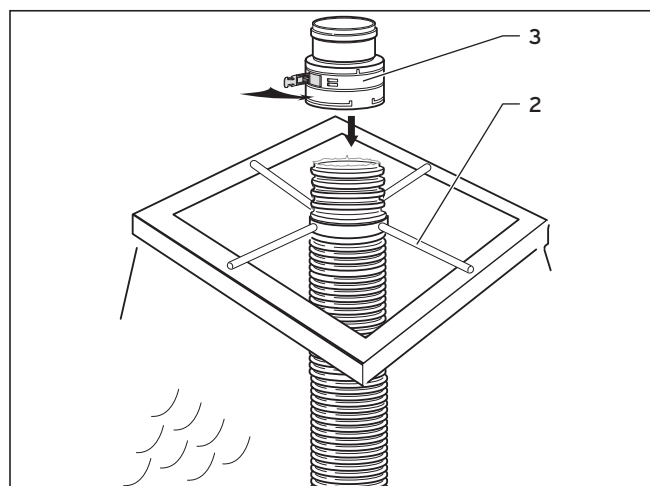

Fig. 4.60 Élément de raccordement avec conduit des fumées flexible
- Montez le joint dans la rainure du conduit des fumées non endommagée située le plus en haut (→ Fig. 4.60).
- Faites glisser l'élément de raccordement avec manchon (3) à fond sur le conduit des fumées et fixez-le avec les fermetures à clics (→ Fig. 4.60 et 4.61). Le conduit des fumées est suspendu dans la croix de montage.